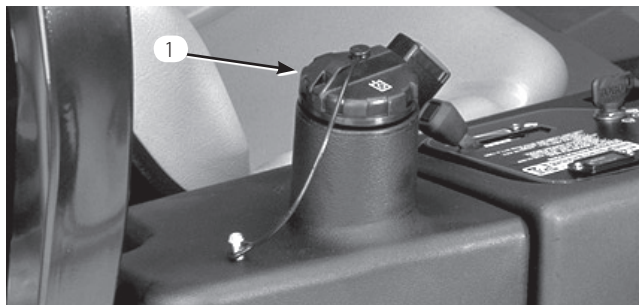

図 30
2. 油圧タンクの補給口の周辺をきれいに拭く（図30）。給油口からキャップを取る。